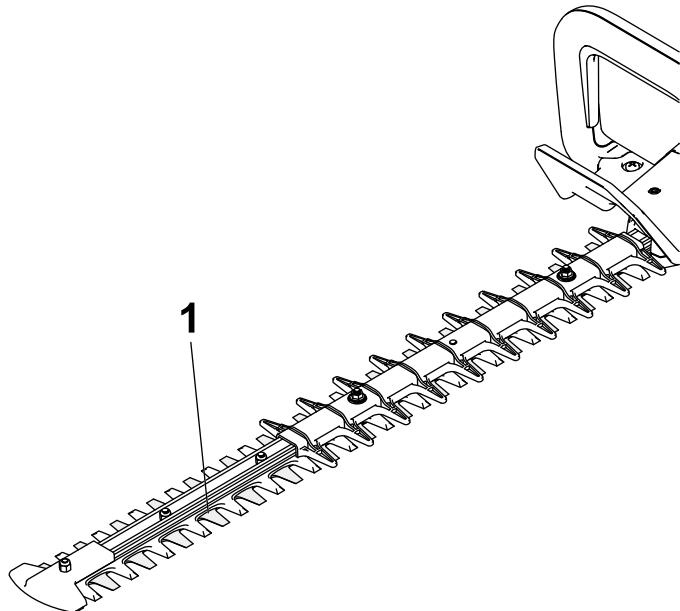

Figura 10
3. Aplique aceite ligero para máquinas (por ejemplo, Nº 10) a lo largo del borde de las cuchillas superiores (Figura 10).